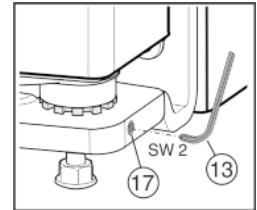

Fig. 17
- ▶ Трохи викрутіть установочний гвинт Fig. 17 (17) (максимум на один оберт!).
- ▶ Знову затягніть установочний гвинт Fig. 17 (17), аби зафіксувати опорний гвинт.